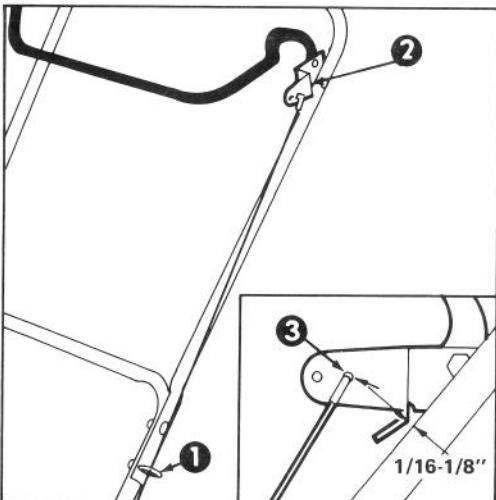

Figure 9
### REGLAGE DE LA BARRE DE COMMANDE (Fig. 9 et 10)
2. VERIFICATION DU REGLAGE (Fig. 9) — Ramenez la barre de commande en arrière vers le mancheron jusqu'à ce que le câble soit de nouveau tendu. L'écartement entre le support de la barre de commande et le mancheron devrait être d'environ  $1\frac{1}{16}-1\frac{1}{8}$ " (1,59 mm - 3,18 mm). Si le câble est trop lâche ou trop serré, procédez à l'étape 3 pour la procédure de réglage.